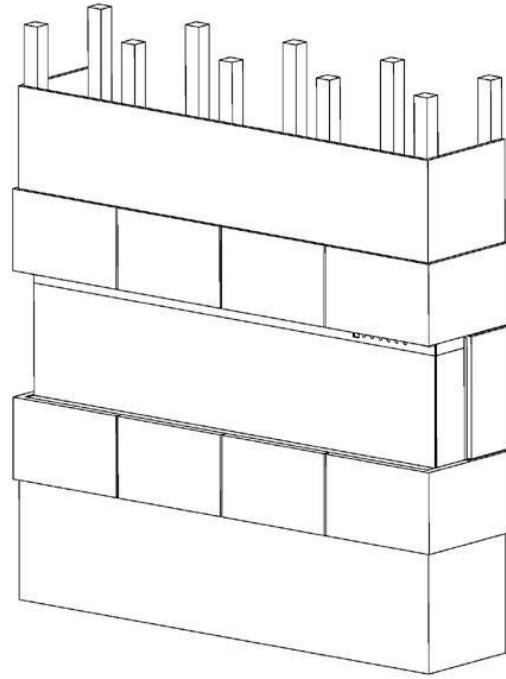

Fig.3-5
8. Decore la madera contrachapada o los paneles de yeso con azulejos, papel pintado, etc. **Fig.3-5**